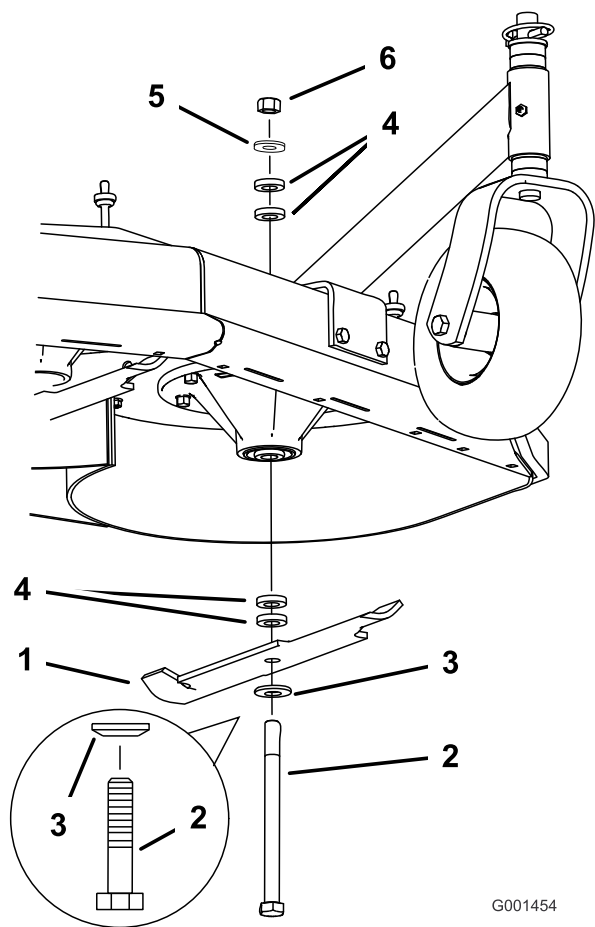

Figura 11
3. Sujete el perno de la cuchilla y retire la tuerca (Figura 11).
4. Deslice el perno por el eje, y cambie los espaciadores según sea necesario (Figura 11).
5. Instale el perno y la arandela curva, añada los espaciadores adicionales que sean necesarios, y sujételos con una arandela fina y una tuerca (Figura 11).